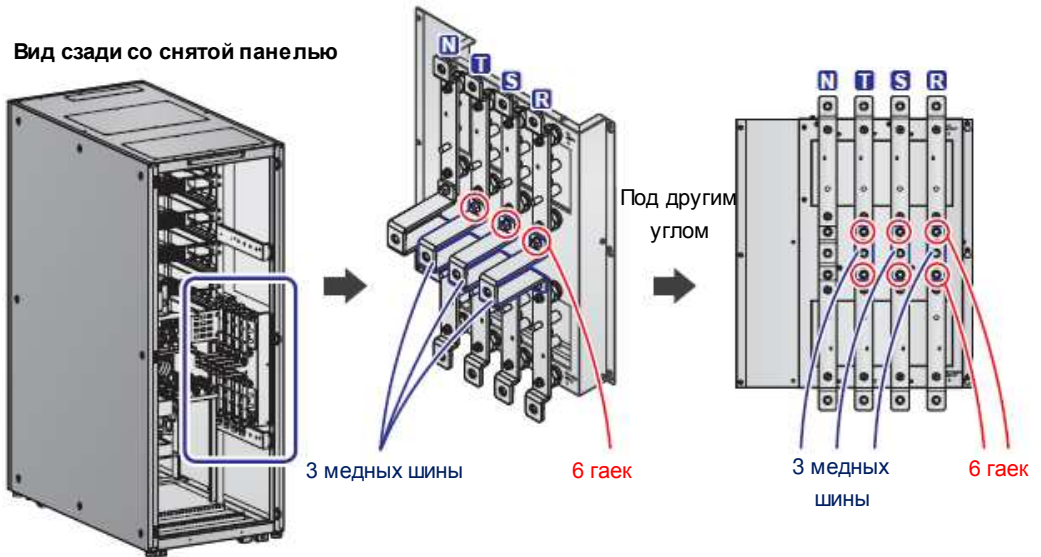

Рисунок 5-8: Снятие 6 гаек и 3 медных шин
- 2 Отверните 6 гаек и снимите 3 медных шины. См. **Рисунок 5-8**.